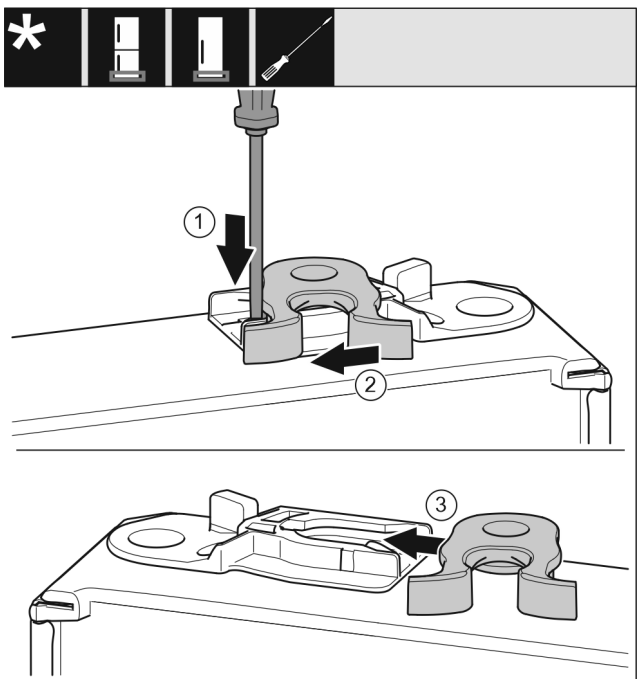

Fig. 18
- ▶ Pousser la languette Fig. 18 (1) vers le bas avec un tournevis plat.
- ▶ Retirer la gâche Fig. 18 (2) du guide.
- ▶ Pousser la gâche Fig. 18 (3) de l'autre côté dans le guide.